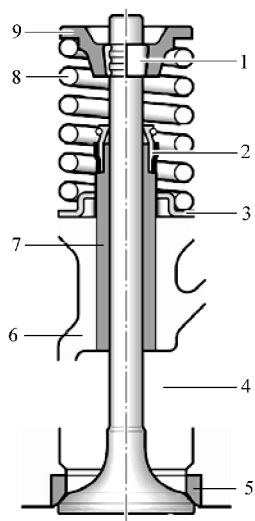

图 10-2 气门组部件
(1) 气门组 如图 10-2 所示，气门组由进、排气门，气门导管，气门座及气门弹簧等零件组成。气门组件的作用是控制发动机气缸的进、排气，保证对气缸的可靠性密封。因此，要求气门头部与气门座贴合严密，气门弹簧的弹力保证气门关闭时紧压在水门座上。
(2) 气门传动组 气门传动组由正时带或正时链条、凸轮轴、摇臂轴、摇臂、推杆、挺柱和正时齿轮等组成。气门传动组的作用是控制进、排气门按配气相位要求的时刻开闭，且保证有足够的开度。